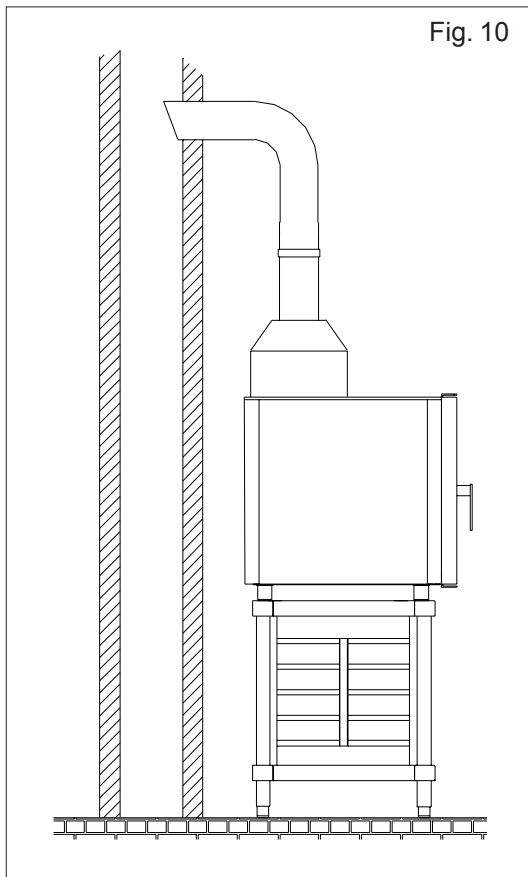

Fig. 10
- à un conduit naturel comme un carneau montant à tirage naturel dont l'efficacité est certaine afin d'évacuer les produits de la combustion directement à l'extérieur (Fig. 10). Le parcours s'effectue vers l'extérieur ou dans une cheminée avec une conduite appropriée, résistant à une température de 300°. Cette intervention doit garantir que l'évacuation des fumées ne soit pas empêchée par des obstructions et/ou par une longueur excessive du tuyau d'évacuation (longueur maximum 3m).